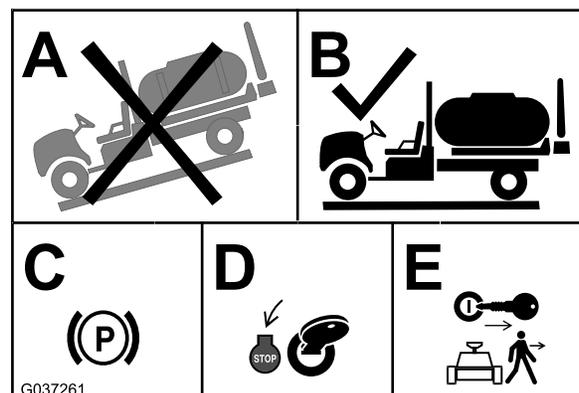

Figura 1
- Desplace la máquina a una superficie nivelada (Figura 1, A y B).
- Ponga el freno de estacionamiento (Figura 1, C).
- Apague el motor (Figura 1, D).
- Retire la llave del interruptor de encendido (Figura 1, E).